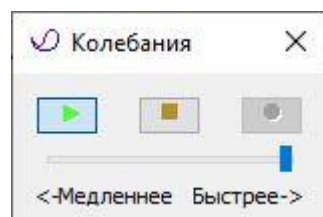

Рис.11.28. Диалоговое окно **Колебания**
- В диалоговом окне **Колебания** (рис. 11.28) щелкните по кнопке  – **Воспроизвести анимацию**.